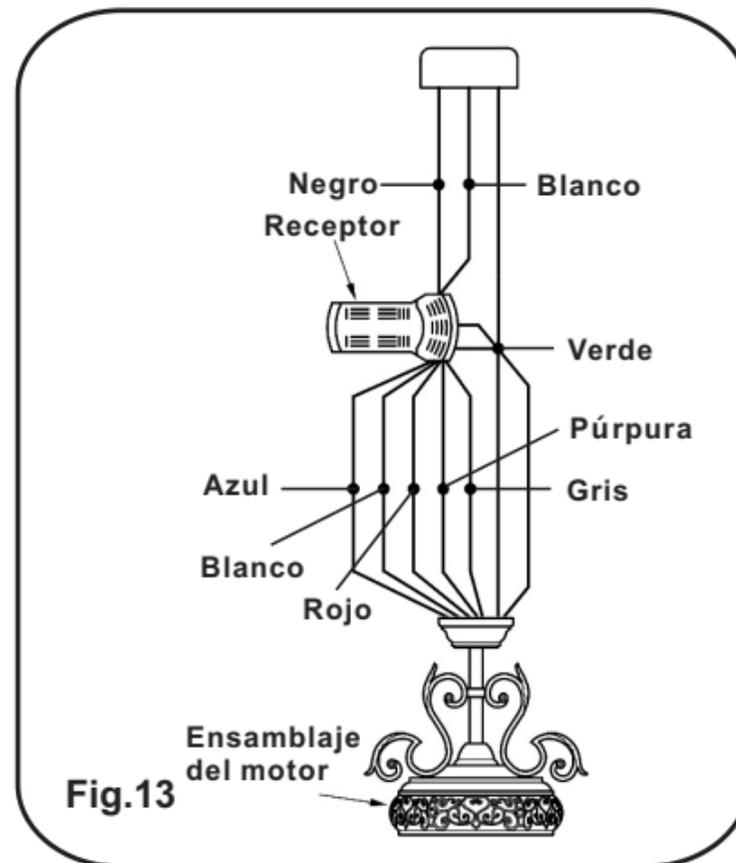

Fig.13
**Paso 3.** Si su caja de distribución tiene un alambre a tierra (verde o cobre) conéctelo a los alambres a tierra (verdes) de la Esfera de Soporte y la Abrazadera de Montaje. Si su caja de distribución no tiene un alambre a tierra, entonces únicamente conecte los dos alambres a tierra de la Esfera de Soporte y la Abrazadera de Montaje. Asegure la conexión con un conector de plástico proveído. (Fig. 13)